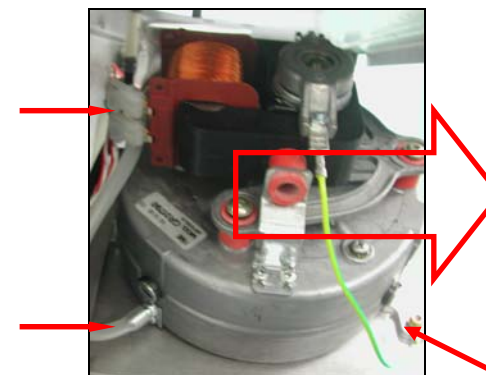

Рисунок 29
**19.6.** У котла модели НК (закрытая камера сгорания) отсоедините электрические провода и трубку дифференциала давления от вентилятора, отвинтив фиксирующие винты, и снимите вентилятор с 56° колена. (Рисунок 29)